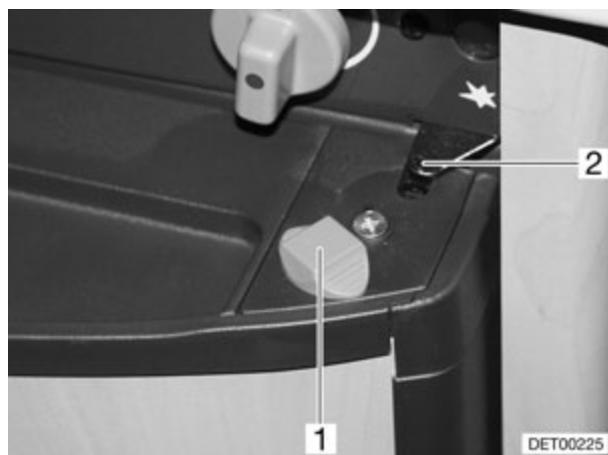

Fig. 157 Porte du réfrigérateur en position de ventilation (variante 2)
- Tourner le dispositif de verrouillage (Fig. 157,1) vers l'extérieur de manière à ce que le blocage (Fig. 157,2) s'enclenche de l'intérieur. La porte du réfrigérateur reste ainsi légèrement ouverte.